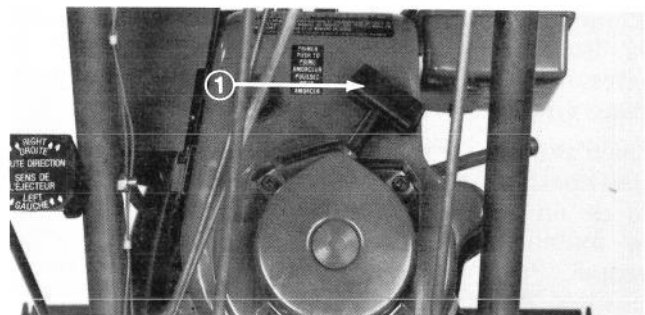

Figure 22
7. Saisissez la poignée du démarreur à ficelle (Fig. 22) et tirez-la lentement jusqu'à ce que vous sentiez une prise ferme. Tirez alors vigoureusement pour mettre le moteur en marche. Retenez fermement la poignée du démarreur et laissez-la revenir lentement.